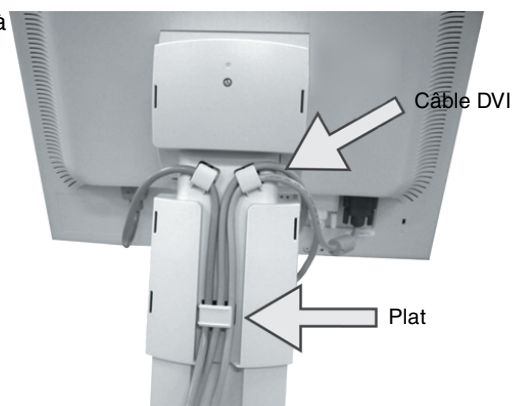

Figure C.3
7. Placez le câble DVI dans les crochets spécifiques comme indiqué à la **Figure C.3**.
8. Assurez-vous que tous les câbles reposent à plat contre le support (**Figure C.3**).